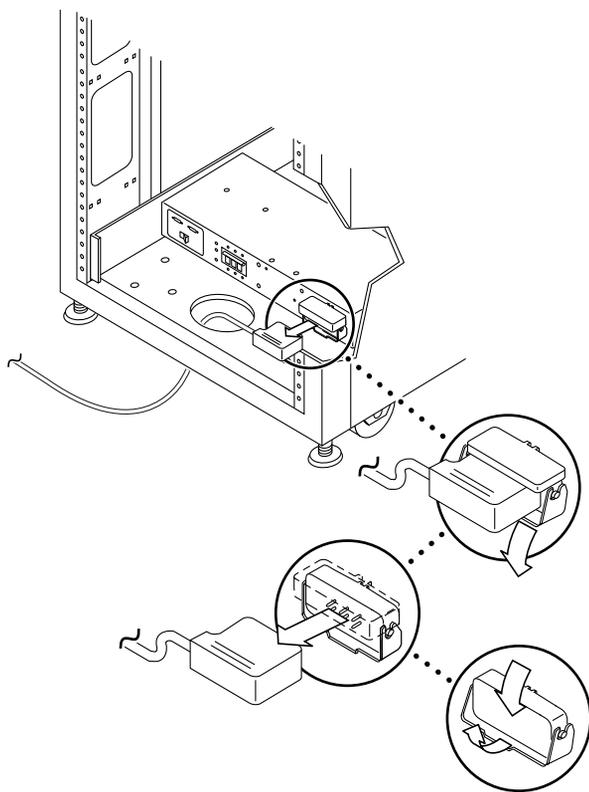

图 4-8 拔下交流电源线插头
2. 从电源序列发生器上的电源连接器中拔下交流电源线插头（图 4-8）。
1. 拉回电源连接器盖板（图 4-8）。